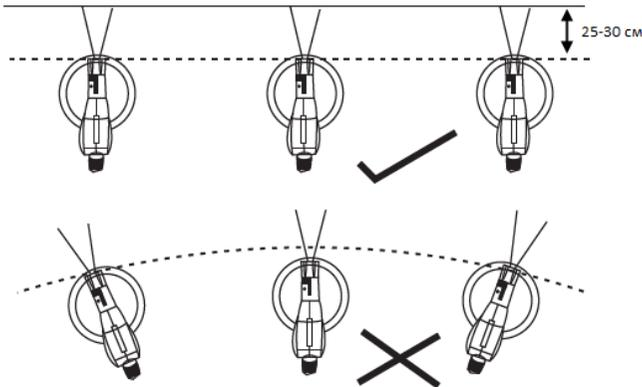

Рис.4
3. Двигать краскопульт необходимо рукой, а не запястьем. При этом расстояние между краскопультом и поверхностью остается постоянным на протяжении работы. (рис.4)